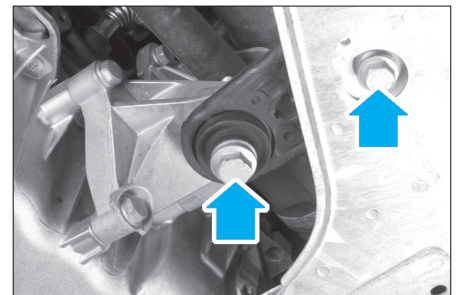

FIG. 6
- les écrous des rotules de direction (6).
- les rotules supérieures (2) des biellettes de barre stabilisatrice et les dégager.
- les boulons de bridage (3) des rotules inférieures des pivots.
- Déposer les vis de fixation du tirant anti-basculement du moteur (Fig.6).